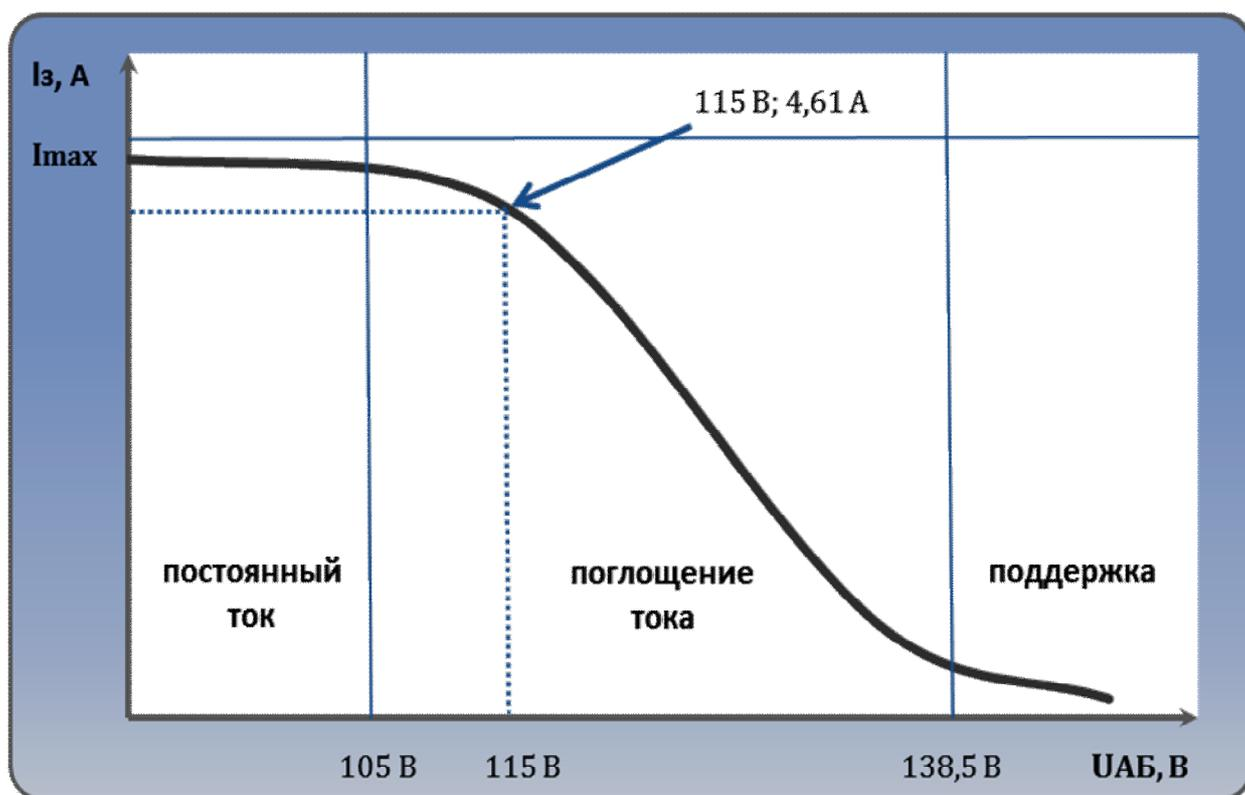

Рис.9. График работы зарядного устройства.
- 14.8. Примерный график заряда аккумуляторных батарей данным типом зарядного устройства приведен на рис. 9.